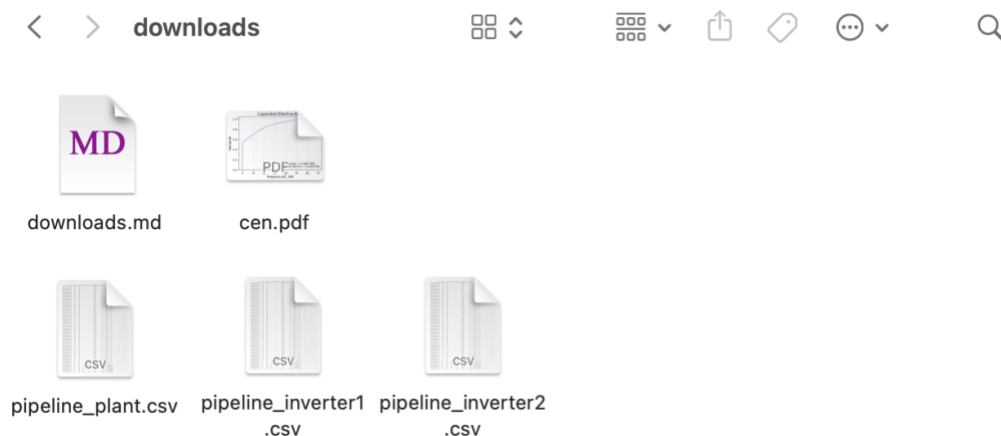

Figura 1.10. Descargas en la carpeta `cno_solar/downloads` del tab CEN.
- Se generan archivos según la arquitectura de la planta fotovoltaica (i.e., por inversores y para la planta completa) y se alojan en la carpeta `cno_solar/downloads`. Por ejemplo, observe en la Figura 1.10 tres archivos: uno por inversor y uno para la planta completa, correspondiente a la adición de los dos archivos de los inversores.
- El nombre de los archivos .CSV siguen un orden numérico de descarga según el orden alfabético de carga de los archivos de configuración. Es decir, en archivo denominado `pipeline_inverter1.csv` en la Figura 1.10 corresponde al Inversor 2 (28.8 kWp) y el archivo `pipeline_inverter2.csv` corresponde al Inversor 1 (51.2 kWp), dado que alfabéticamente el orden de carga es: `system_config_SD29.json`, seguido de `system_config_SD51.json`.